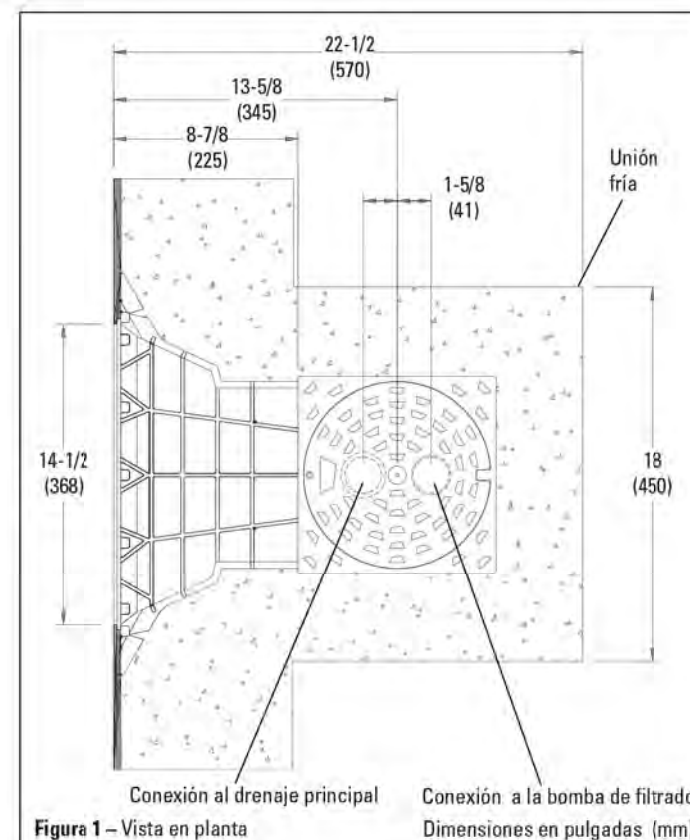

Figura 1 – Vista en planta
- Conecte la cañería** al filtro, según se observa en la Figura 1. El alojamiento del filtro posee conexiones soldadas con solvente que pueden acomodar un caño plástico de 1-1/2" (38 mm) o accesorios de cañería plásticos hembra de 2" (50 mm). Si al filtro se lo conecta solamente a la bomba de filtrado, selle la conexión que no utiliza desde abajo con un tapón de soldadura por solvente de 1-1/2" (38 mm).